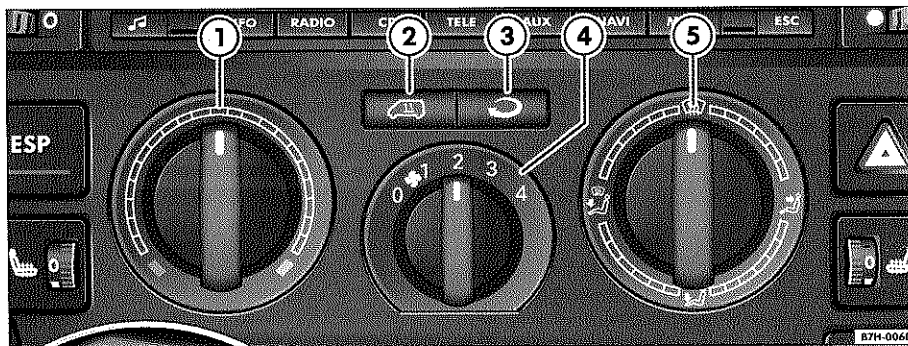

Fig. 3 Calefacción: mandos delanteros en el tablero de instrumentos
- Gire el mando regulador de la temperatura ⇒ fig. 3 ① hacia la izquierda.
- Sitúe el mando de la turbina ④ en una de las velocidades de 1 a 4.
- Dirija la corriente de aire con el mando regulador de la distribución del aire ⑤ hacia la zona que desee.
- Active los mandos traseros²⁾ con la tecla ② para ventilar asimismo las plazas traseras.
Cuando la recirculación de aire está conectada (la tecla se ilumina con luz amarilla ⇒ página 4, fig. 3 ) se evita que los malos olores del exterior, por ejemplo, al atravesar un túnel o en un atasco, penetren en el habitáculo.